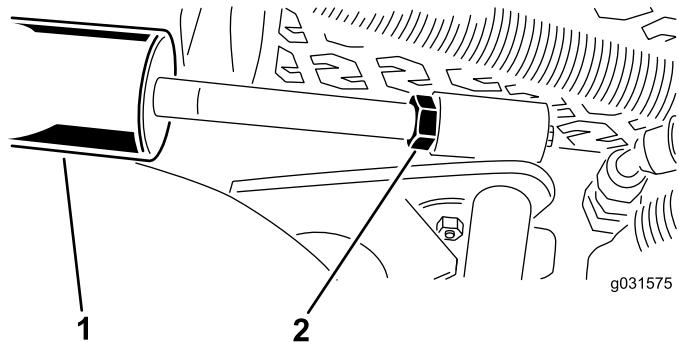

Bild 16
A. Senken Sie die Mähwerke ab und drehen Sie die Klemmmutter am Zylinder heraus (Bild 16).